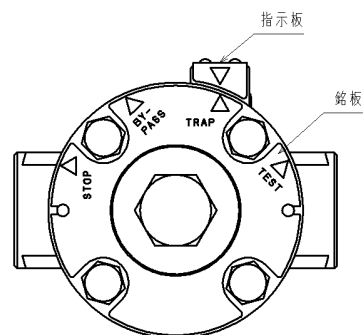

図6
- 2) 切換位置は、銘板に記入されている各機能の▲印と指示板の▼印を図 6 のように合わせた位置に切り換えて下さい。